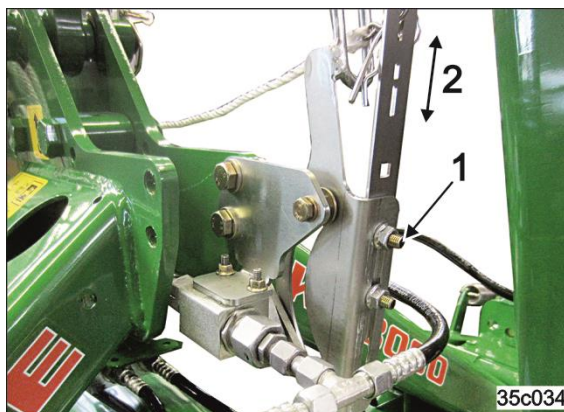

Fig. 133
1. Løsne mutrene (Fig. 133/1).
2. Sett aktiveringskroken i ønsket posisjon (Fig. 133/2), slik at det er mulig å løfte mens drivakselen er i gang.
3. Trekk til mutrene (Fig. 133/1).